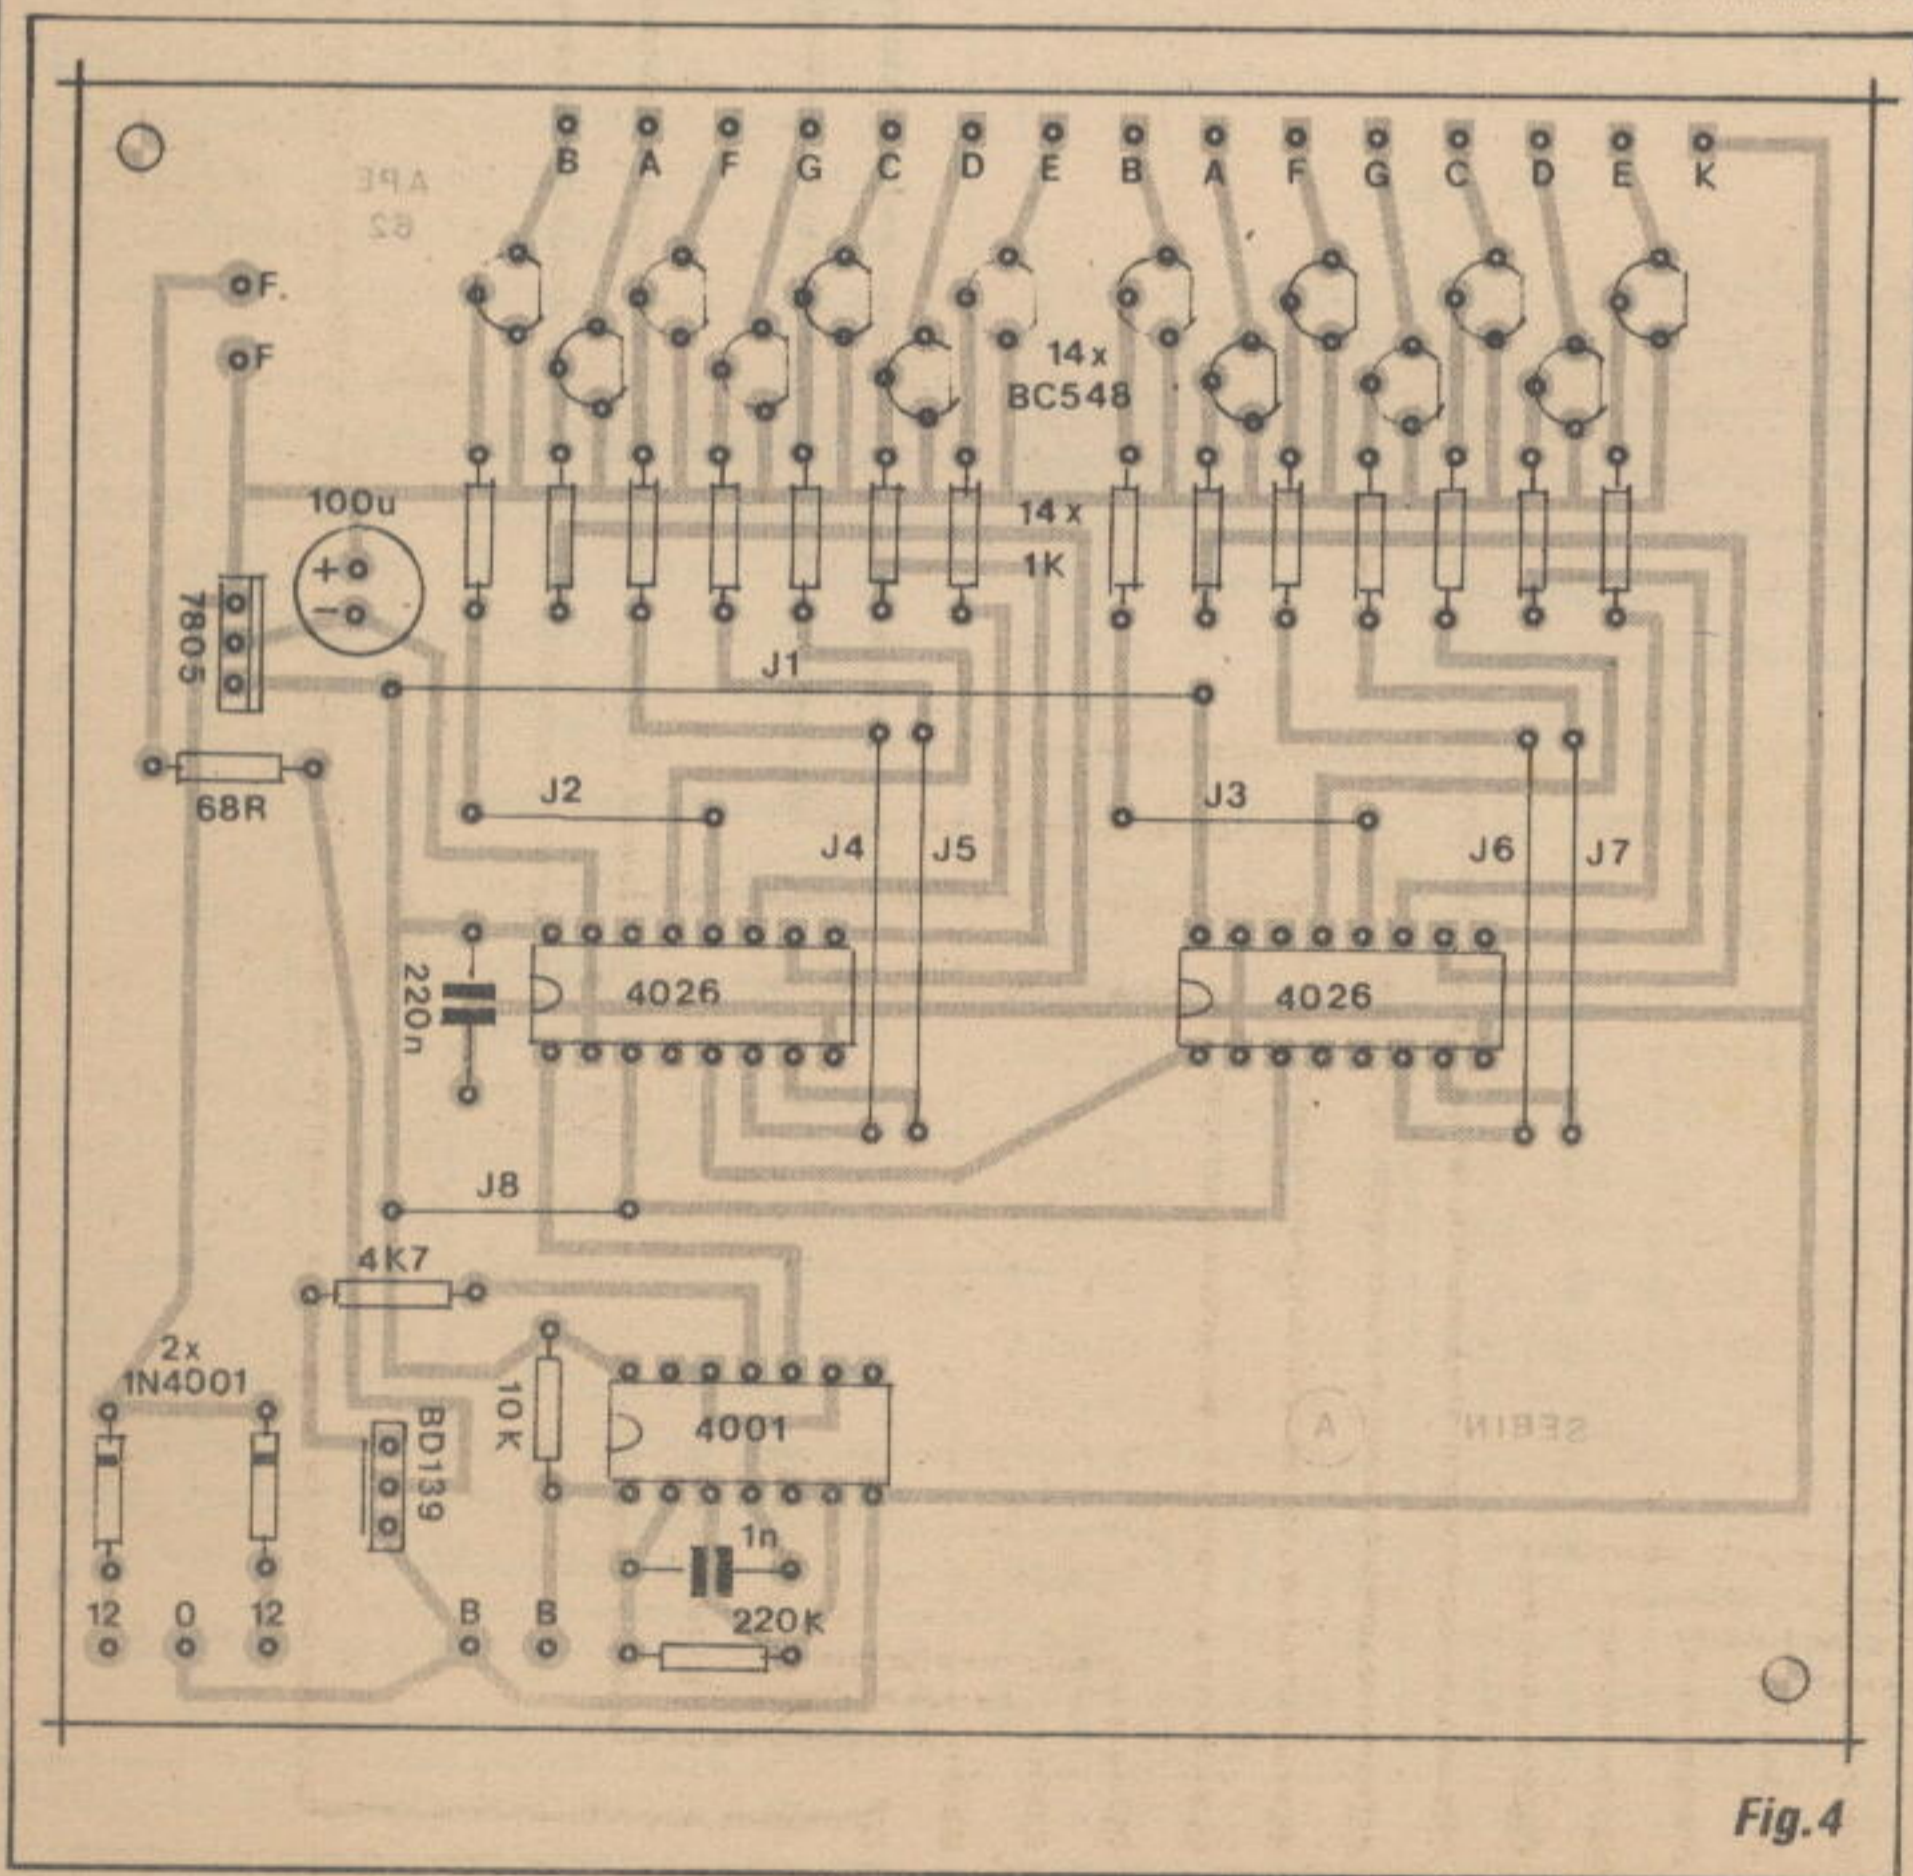

Fig.4
- FIG. 4 - CHAPEADO DA MONTAGEM (PLACA A) - Na placa principal do circuito respousam praticamente todos os componentes (menos os *displays* e alguns poucos periféricos, detalhados nos próximos diagramas...). Vemos, na figura, seu lado não cobreado, cada uma das peças devidamente identificada pelos códigos, valores, indicadores de posição/polaridade, etc., como é costume nas descrições das montagens de APE... É só seguir *tudinho* com bastante atenção, sem pressa (mais do que em qualquer outra atividade, em eletrônica o *aperreio* é um *brutal inimigo da perfeição*...), conferindo cada etapa, e verificando tudo - novamente - ao final...